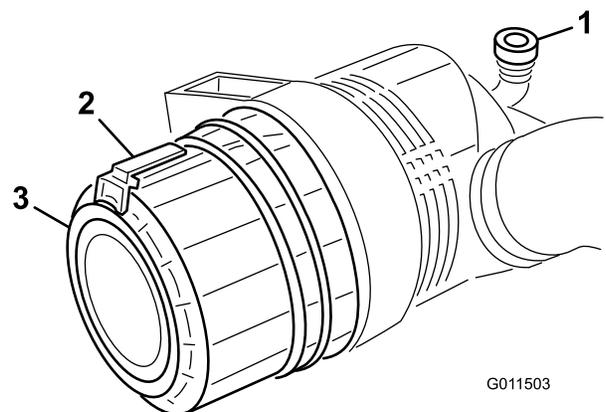

Figura 47
1. Tirate il fermo verso l'esterno e ruotate il coperchio del filtro in senso antiorario (Figura 47).
- Montate il coperchio con la valvola di uscita in gomma (Figura 47) disposta in giù, in una posizione tra le ore 5 e le ore 7 vista dall'estremità. Fissate il fermo.